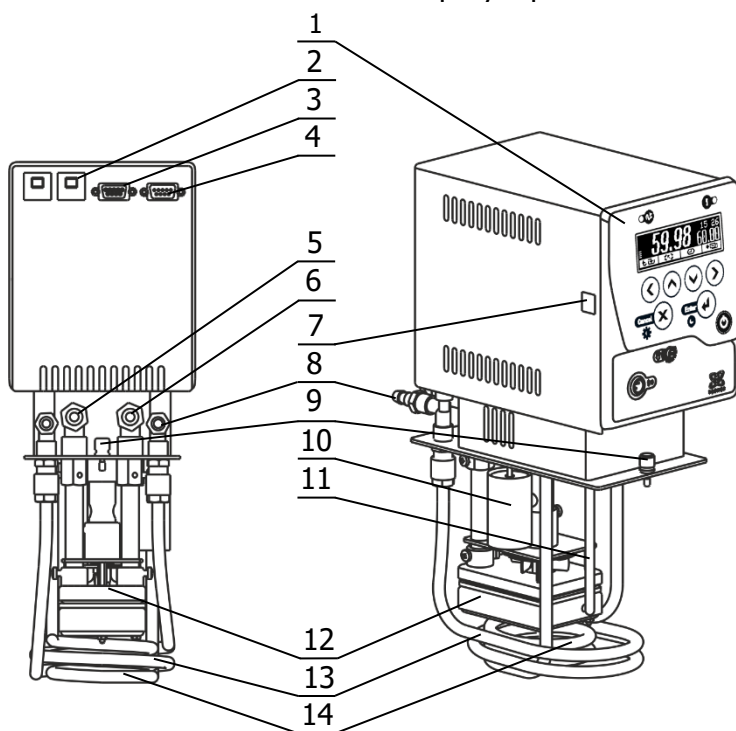

Рисунок 1 – Устройство блока регулирования
1.4.2 Работа блока регулирования заключается в поддержании заданной температуры теплоносителя, циркулирующего в ванне термостата, а также, во внешнем потребителе в случае его подключения. Циркуляция теплоносителя обеспечивается насосом 12 (рисунок 1). Подача теплоносителя внешнему потребителю производится через штуцер 6, а его возврат в ванну термостата — через штуцер 5.
Для работы термостата, не оснащенного холодильной машиной, при температурах, близких к окружающей, необходимо обеспечить дополнительное охлаждение с помощью теплообменника 13 (рисунок 1). Для этого штуцеры теплообменника 8 подключить к водопроводной сети или специальному холодильному устройству. Поток охлаждающей жидкости должен быть равномерным и, по возможности, небольшим.
В процессе работы блока регулирования на дисплее 15 отображается температура теплоносителя, значение уставки (задание), мощность нагрева, текущее время и дополнительная служебная информация. Установка режимов работы блока регулирования осуществляется органами управления, расположенными на лицевой панели 1 (рисунок 1).
2.2.1 Установить блок регулирования на ванне так, как указано в руководстве по эксплуатации термостата и закрепить винтами 9 (рисунок 1).